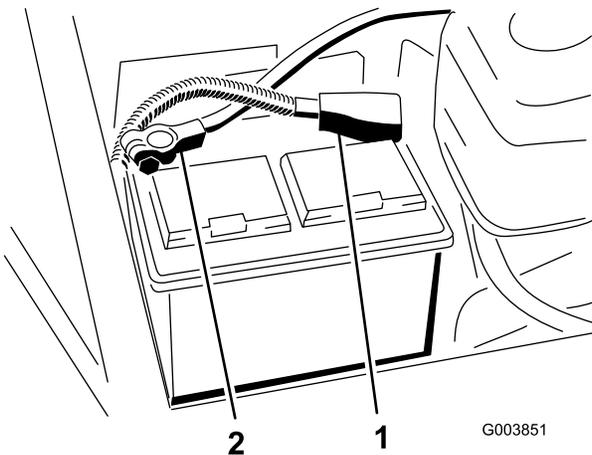

図 2
2. バッテリーが確実に固定されていることを確認し、比重計で充電状態を点検する。充電が必要な場合は、バッテリーからプラス (+) ケーブルを外して充電する (図 2)。